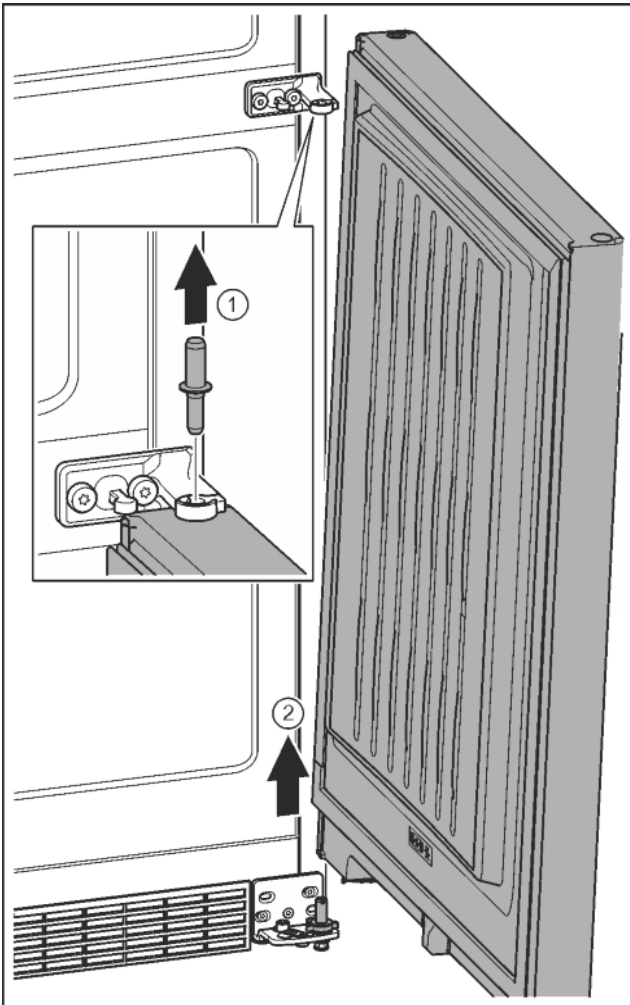

Fig. 11
- ▶ Bolzen nach oben herausziehen. *Fig. 11 (1)*
- ▶ Tür herausschwenken, nach oben ziehen und beiseite stellen. *Fig. 11 (2)*